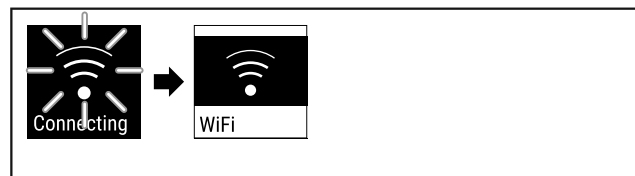

Fig. 79
- ▶ Verbindung wird hergestellt (siehe Fig. 79).